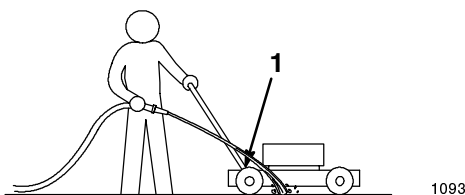

Figure 18
3. Tenir le tuyau d'arrosage à la hauteur du mancheron et diriger le jet vers le sol, juste devant la roue arrière droite (Fig. 18).